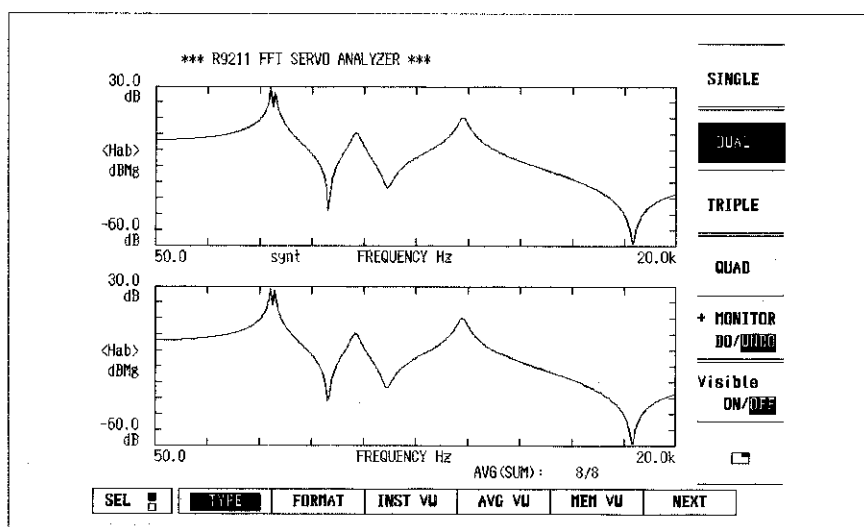

図12-28 シンセシス機能によって計算した周波数応答関数
- (3) VIEW ⇒ SEL  を押して、シンセシス機能によって計算した周波数応答関数を選択して下さい（図12-28 参照）。
- (4) (3)で選択した周波数応答関数を被演算配列として指定して下さい。